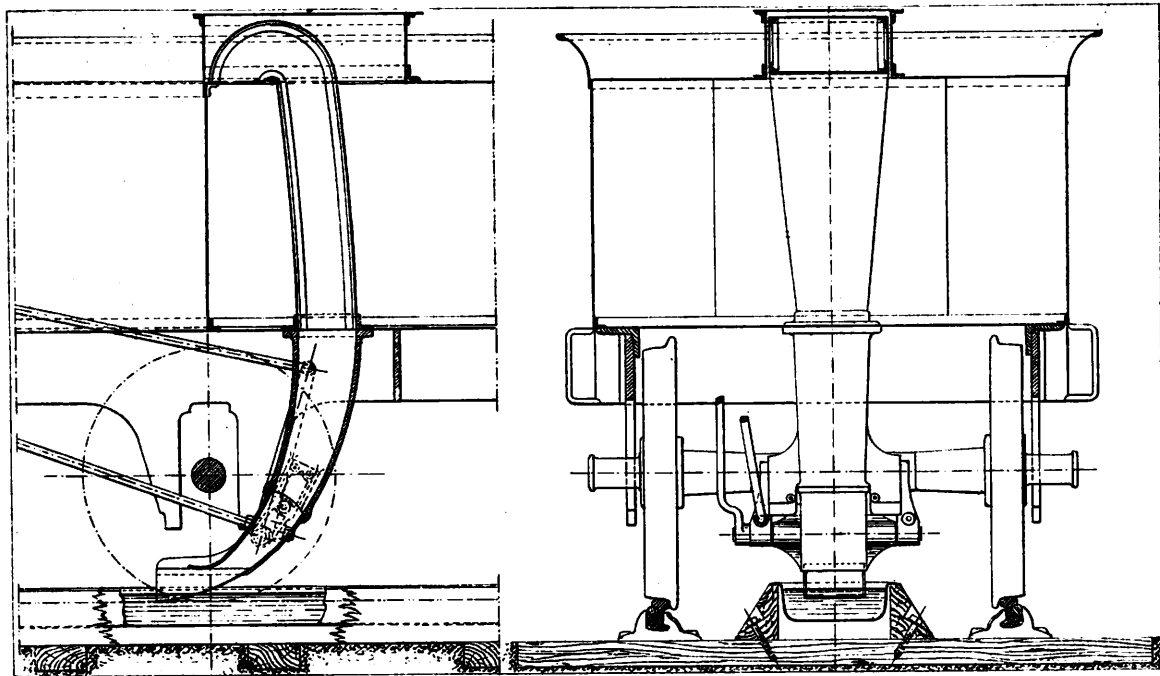

Fig. 267. — Appareil Ramsbottom pour prendre l'eau dans un tender, sans arrêt.
**153. Prise d'eau sans arrêt.** — Le remplissage des tenders aux *grues d'alimentation* n'est pas sans avoir quelques inconvénients ; la machine doit stationner à une place exactement déterminée, la durée de l'opération est souvent de plusieurs minutes, et surtout, si l'on veut faire un long parcours sans arrêt, il faut trainer un énorme tender. Nous indiquerons la curieuse disposition imaginée par l'ingénieur anglais Ramsbottom et appliquée sur quelques chemins de fer d'Angleterre et d'Amérique, disposition qui permet de prendre de l'eau sans arrêt (fig. 267).